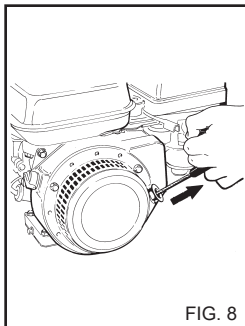

FIG. 8
4) Faites démarrer le moteur à explosion en tirant sur le lanceur à rappel automatique (fig. 8).